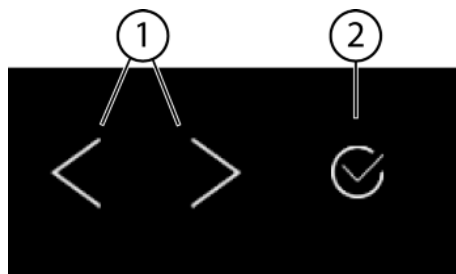
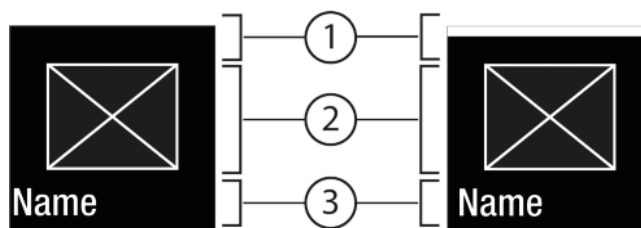
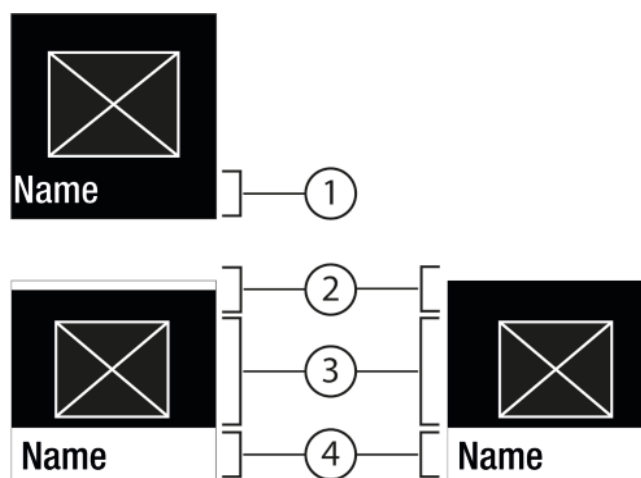

Fig. 5
Fig. 6
Fig. 7
- (1) Flecha de navegación izquierda / derecha (2) Confirmar
Flecha de navegación izquierda / derecha Fig. 5 (1):
Confirmar Fig. 5 (2):
- Con la flecha de navegación izquierda / derecha Fig. 5 (1) se navega.
- Con Confirmar Fig. 5 (2) se activa Fig. 6 (1) / desactiva Fig. 6 (1) la función o el ajuste.
- Con Confirmar Fig. 5 (2) se accede al submenú Fig. 7 (4).
- Ajustar un nuevo valor: con Confirmar Fig. 5 (2) se selecciona un valor desactivado Fig. 6 (1).
- Volver al menú: con Confirmar Fig. 5 (2) se selecciona el valor ya activado Fig. 6 (2).
- ▶ Pulse las flechas de navegación *Fig. 5 (1)* hasta que aparezca la .
- ▶ Pulse Confirmar *Fig. 5 (2)*.
- ▶ Pulse las flechas de navegación *Fig. 5 (1)* hasta que aparezca la función.
- ▶ Seleccione el valor del ajuste con las flechas de navegación *Fig. 5 (1)*.
- ▷ Aparece el estado: activado *Fig. 6 (1)* brevemente en el submenú *Fig. 7 (4)*.
- ▶ Pulse las flechas de navegación *Fig. 5 (1)* hasta que aparezca Ajustes .
- ▶ Pulse las flechas de navegación *Fig. 5 (1)* hasta que aparezca el ajuste deseado.
- ▶ Pulse Confirmar *Fig. 5 (2)* durante 3 segundos.
- ▶ Pulse las flechas de navegación *Fig. 5 (1)* hasta que aparezca Ajustes